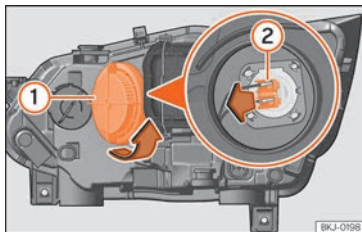

Abb. 103 Im Motorraum: Glühlampe Fernlicht.
- Drehen Sie die Abdeckung **①** nach links und nehmen Sie sie heraus »» **Abb. 103**.